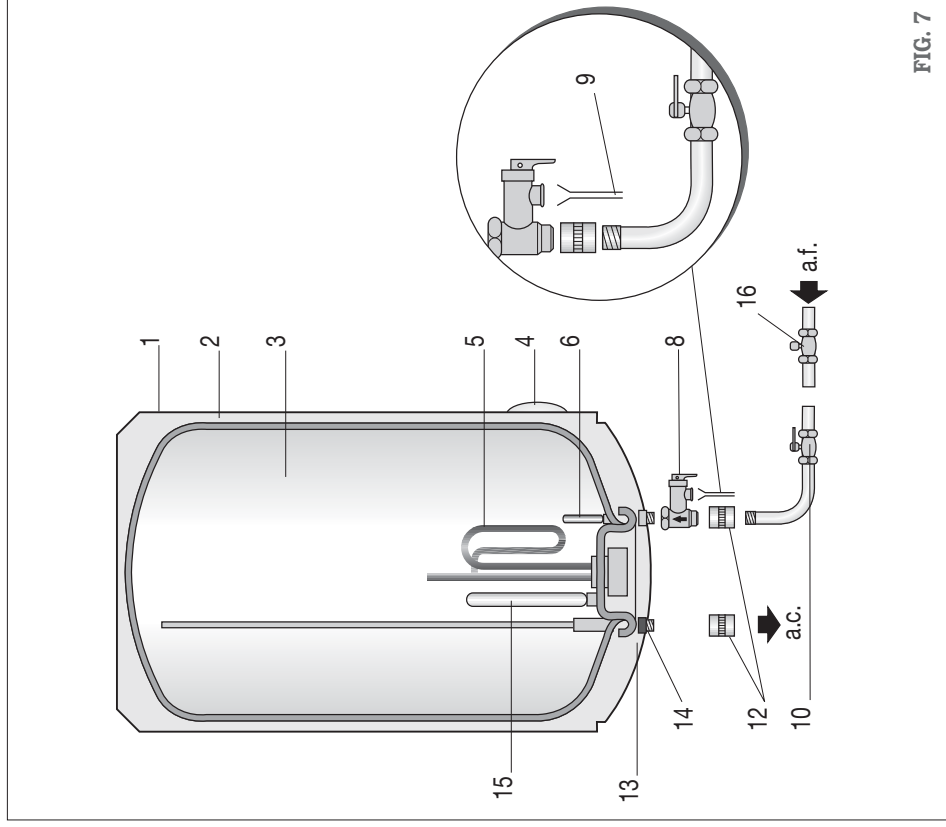

FIG. 7
Les thermos TNC seront toujours installés en position verticale, avec les branchements d'eau au-dessous (voir fig. 7) page 21, sauf dans le cas des modèles TNC 80 H, TNC 100 H et TNC 150 H, qui seront toujours installés à l'horizontale, et il sera de même pour les branchements d'eau qui seront situés au-dessous (voir fig. 8, page 22).
Pour faciliter au moment venu, le contrôle et le nettoyage interne, un espace libre de au moins 25 cm doit exister entre le couvercle de protection (pos. 13 dans les figs 7 et 8, pages 21 et 22) du thermos, ainsi que tout obstacle fixe.
Pour l'installation des canalisations d'eau, veuillez tenir compte des règles de base pour la prévention de la corrosion : "N'utilisez pas de cuivre au lieu de fer ou d'acier, dans le sens de la circulation de l'eau". Pour éviter les paires galvaniques, ainsi que son effet destructeur, filetez sur les deux tubes du thermostat, (tel qu'il est décrit sur les schémas des figures 7 et 8, pages 21 et 22) et, avec un ruban de Téflon, protégez les manchons isolants (pos. 12) fournis avec le thermostat.
Filetez au tube d'entrée d'eau froide (bleu) du thermostat le groupe de sécurité hydraulique avec le dispositif de vidange (pos. 8, figures 7 et 8, pages 21 et 22) fournis avec le thermostat et au manchon électrolytique. Installez dans le tube d'alimentation d'eau froide une clé de coupure, comme il est décrit dans les schémas (figs. 7 et 8, pages 21 et 22).
L'utilisation généralisée de vannes anti-dérive dans les branchements du réseau d'eau sanitaire, crée une forte augmentation de pression de par l'effet du processus de chauffage ; dans ces cas, il est indispensable de conduire l'écoulement d'eau de la vanne de sécurité à un tube d'évacuation pourvu d'un siphon (figures 7 et 8, pos. 9, pages 21 et 21); ce tube doit sortir à l'extérieur et doit être installé avec une pente continue vers le bas.
Connectez le thermostat en branchant la fiche. La lampe témoin (pos. 7, figs. 7 et 8, pages 21 et 22) allumée indique que l'eau est en train de chauffer; si elle est éteinte, cela indique que toute l'eau chaude est à la température sélectionnée dans le thermostat de réglage du thermostat (pos. 11, figs. 7 et 8, pages 21 et 22).
Il est indispensable que le Service d'Assistance Technique (SAT) contrôle tous les ans votre thermostat pour éliminer le calcaire qui s'est déposé sur l'élément de chauffage (pos. 5, figs. 7 et 8, pages 21 et 22), et vérifier l'état de l'anode de magnésium (pos 15, figs. 7 et 8, pages 21 et 22). Si l'eau dans votre région est très dure ou corrosive, vous devrez solliciter des contrôles plus fréquemment.
5.1. Instalación vertical / Instalação vertical / Installation verticale (fig 7).